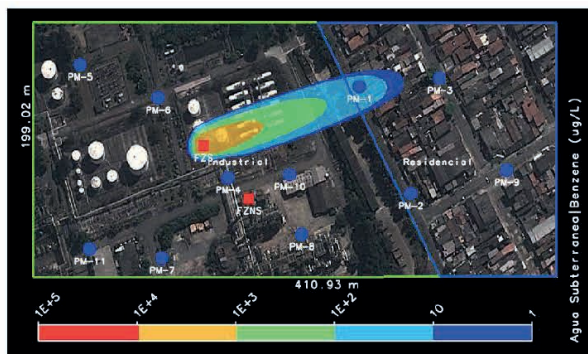

Figura 2.154 Mapa de concentração de exposição de benzeno na água subterrânea a partir de concentrações simuladas (Concentração Máxima).
- 3) Na versão 3.25, o SCBR calcula e gera o mapa de concentração de exposição simulada (Concentrações Máximas, UCL 95, UCL 99 ou Variável), identificada na árvore do módulo *Resultados* com sinal de asterisco (*) e *tooltip* (quando com o mouse sobre o mapa específico) exibindo o método utilizado. Este mapa representa as concentrações simuladas de determinada SQL em cada volume de controle, pelo método selecionado pelo usuário (Concentrações Máximas, UCL 95, UCL 99 ou Variável) no módulo Risco, e está disponível somente para o meio *água subterrânea* (Figura 2.154).